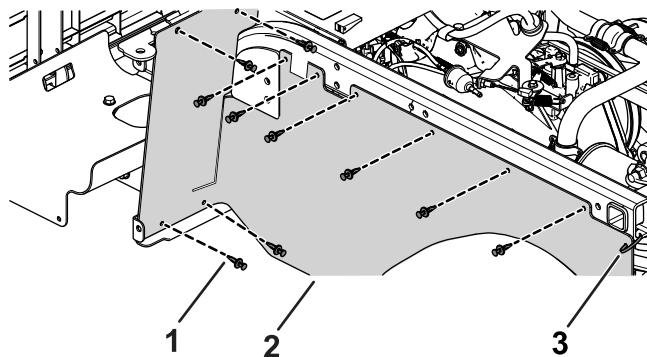

**Рисунок 22**
- Сделайте вырезы на резиновых кожухах по размерам, показанным на Рисунок 22.